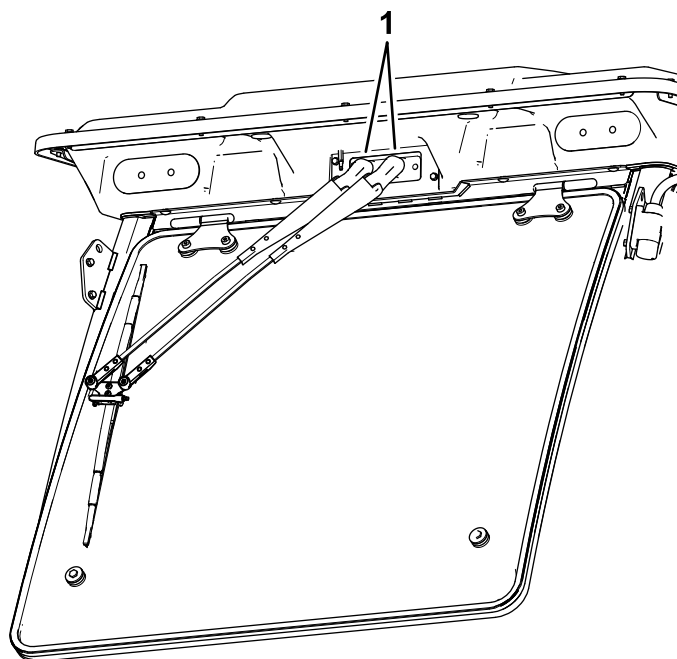

Figura 87
1. Deschideți capacele din partea de sus a brațelor ștergătorului (Figura 87).